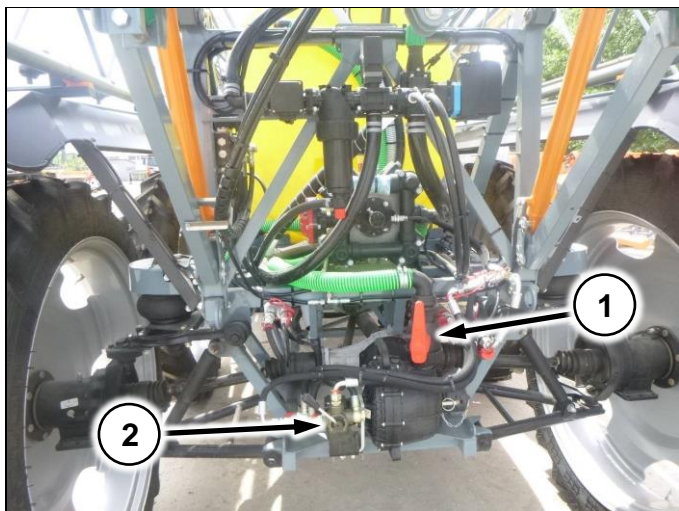

Рис. 151
1. Подсоедините шланг от заправщика к заправочному крану 2” и откройте кран (Рис. 151/1)
3. Переключите гидрораспределитель (Рис. 151/2)